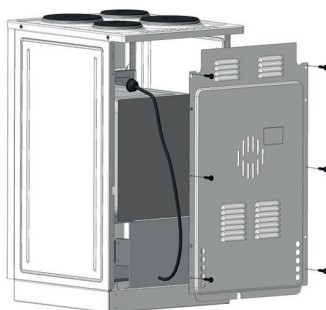

Рис. 4 Расположение соединительного шнура в плите
**Для удобства транспортировки шнур с вилкой и розетка убраны внутрь прибора (Рис.4). Для того чтобы вынуть шнур, выверните самонарезающие винты задней крышки прибора, выпустите соединительный шнур вместе с вилкой наружу, закрепите заднюю крышку. Соединительный шнур должен проходить через нижнее отверстие в задней крышке.**